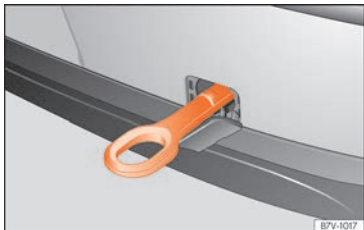

Abb. 106 Im Stoßfänger hinten rechts: eingeschraubte Abschleppöse.
Die Aufnahme für die einschraubbare Abschleppöse befindet sich hinten rechts im Stoßfänger »» **Abb. 106**. Bei Fahrzeugen mit werkseitiger Anhängervorrichtung befindet sich hinter der Abdeckung **keine** Aufnahme für die einschraubbare Abschleppöse. Zum Abschleppen Kugelkopf montieren und verwenden »» Seite 321, »» ❶.